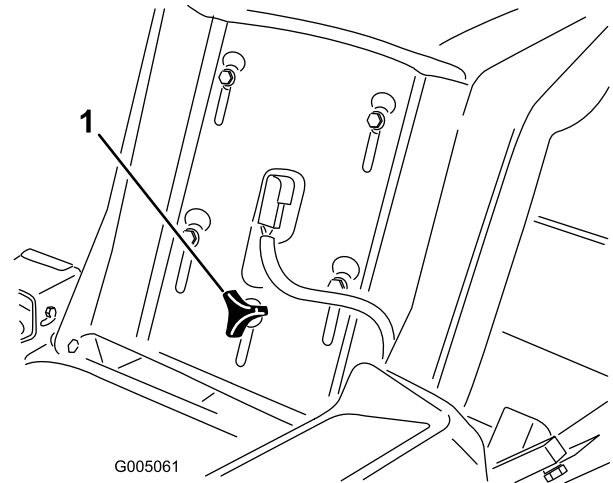

Figura 21
1. Levante el asiento y afloje el pomo de ajuste lo suficiente para poder desplazar el asiento (Figura 21).